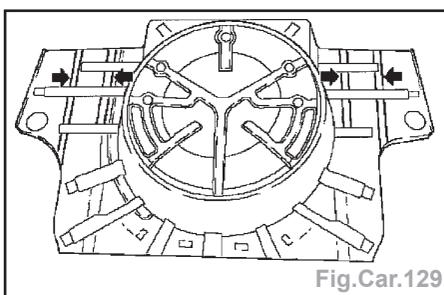

Fig.Car.129
- Préparer le plancher dans la zone du cadre arrière et du prolongement de panneau latéral (polir les soudures par points) (Fig.Car.129).